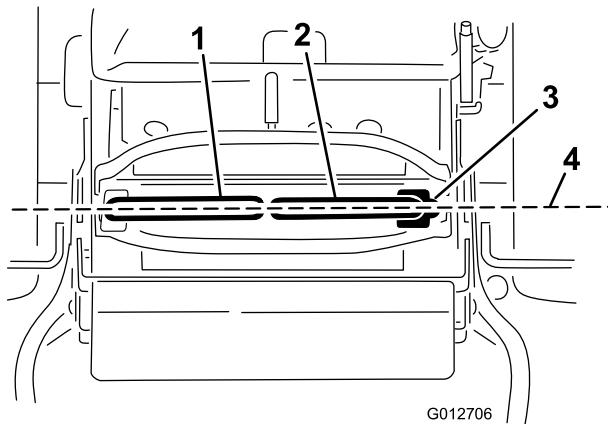

Figure 69
Important: Assurez-vous que l'alignement des roues de la machine est correct après avoir réglé les leviers de commande de déplacement. La procédure est identique pour régler l'alignement des roues et aligner les leviers de commande de déplacement longitudinalement (Figure 69).
1. Une fois le réglage horizontal terminé, contrôlez l'alignement avant/arrière en poussant légèrement les leviers de commande vers l'avant pour rattraper le mou de la timonerie des leviers de commande (Figure 69).